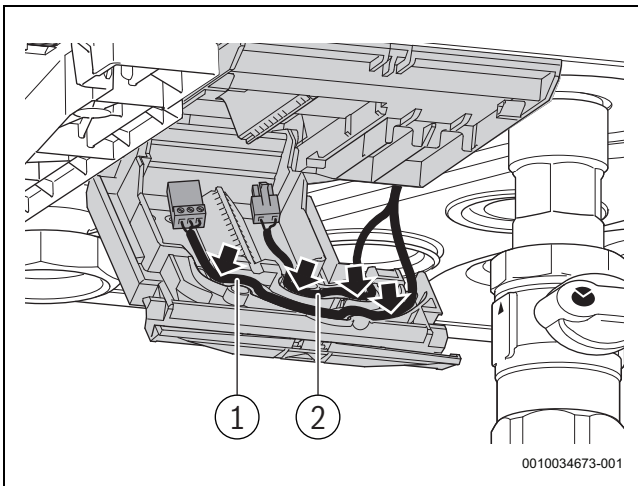

Fig. 25 Collegamento della pompa
- Rimuovere il ponticello del connettore [1] (→ Fig. 25, pag. 21)